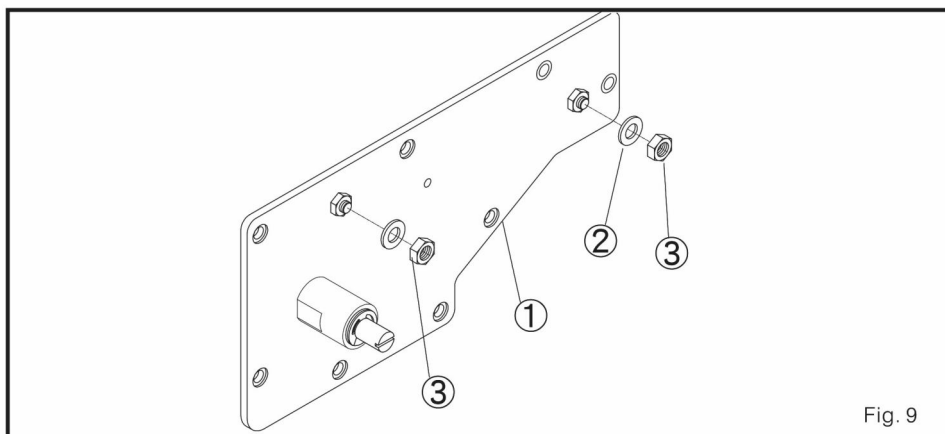

Fig. 9
- b. Remova os casos os protetores 2 e 3 da cobertura da lâmina1 do equipamento LU. (Fig. 9)